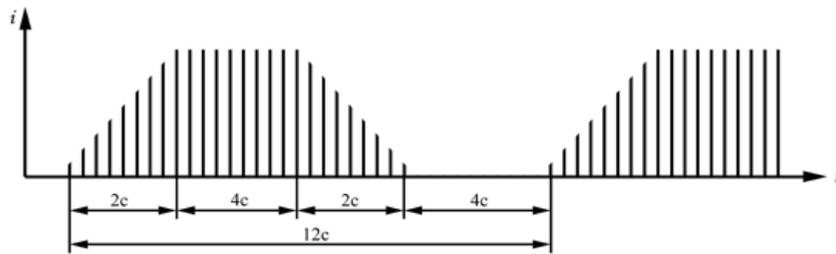

Рисунок 6 - Однополупериодный волновой ОВ
2.2.6. Однополупериодный волновой **ОВ** – серии импульсов тока вида **ОН**, огибающая которых нарастает от нуля до максимального значения, выдерживает это значение, а затем спадает до нуля (рисунок 6).